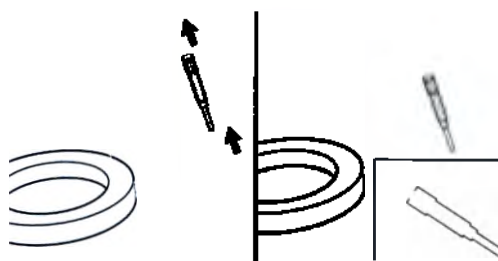

Рис.9.
- Продвиньте синий интродьюсер по двойной нити так, чтобы петля только слегка (примерно на 1 мм) выступала из узкой части (Рис. 9).